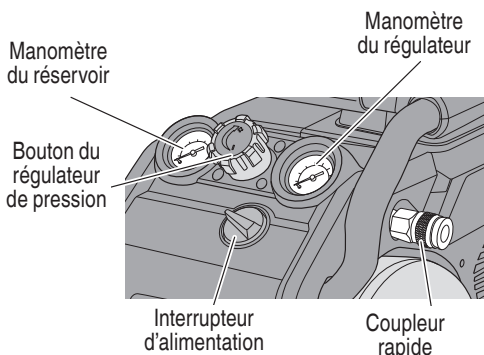

Fig. 7
- Insérez le tuyau dans le coupleur rapide déjà installé sur le compresseur (Fig. 7).